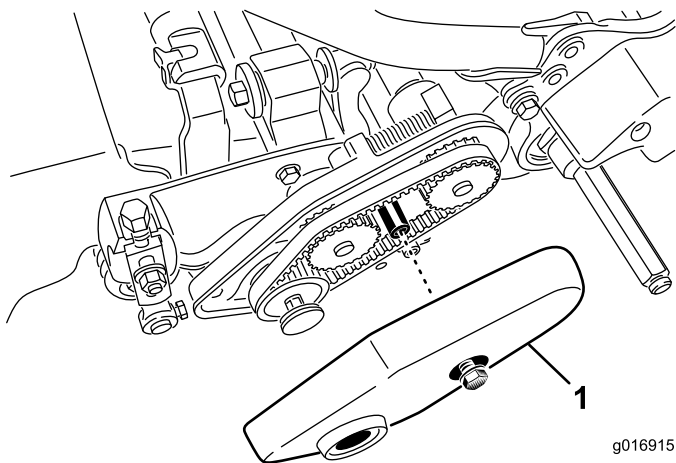

Figura 16
2. Solte o parafuso flangeado que fixa cobertura da correia e retire a cobertura da correia para expor a correia (Figura 16).